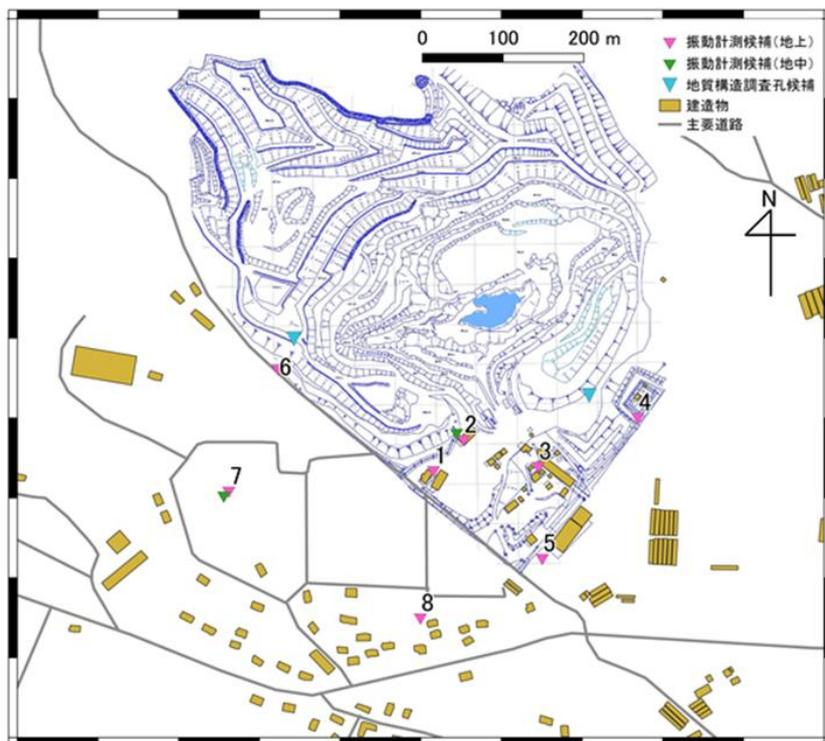

図1 ボーリング調査および発破振動計測の候補地点
表1に調査計画工程表を示し、ボーリング調査および発破振動計測の候補地点を図1に示す。
(1) 孔内計測
(2) 地表計測
- ・地表 8 地点（図 1 参照）に 3 成分受振器を設置し、常時発破振動を計測する。